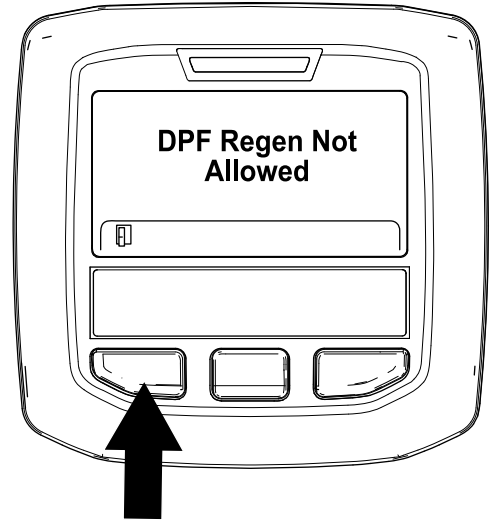

Figura 46
- Si la computadora del motor no autoriza el proceso de regeneración, en el InfoCenter se muestra el mensaje "DPF Regen Not Allowed" (Regeneración del FPD no permitida) (Figura 46). Pulse el botón izquierdo para salir de la pantalla de inicio.